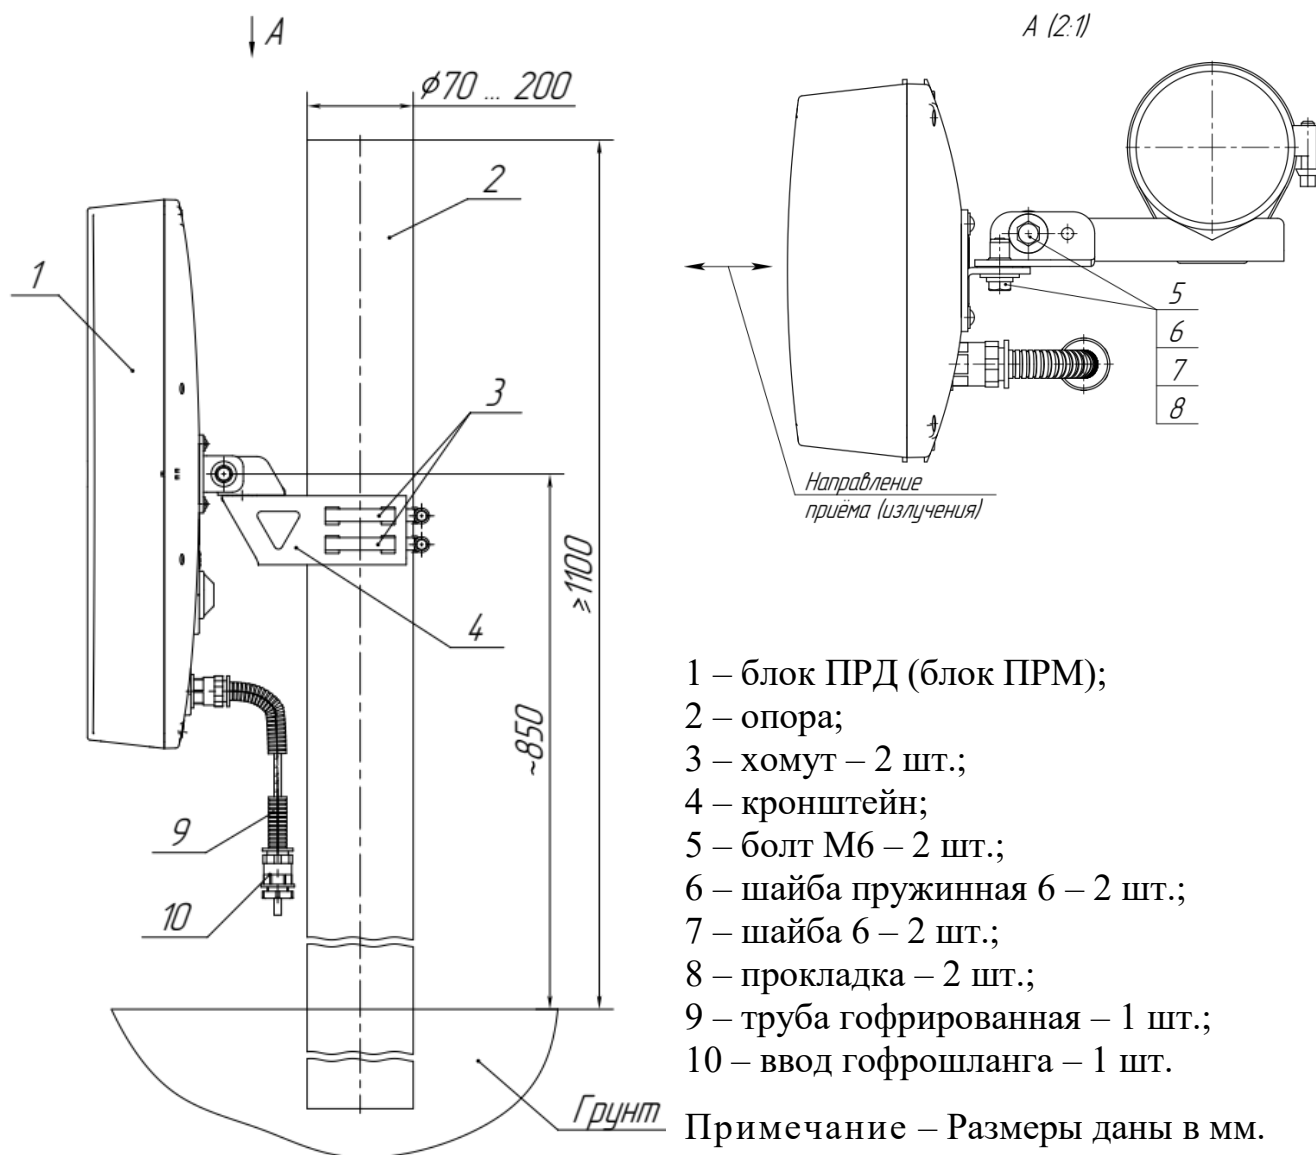

Рисунок 2.5 – Установка блока ПРД (блока ПРМ) извещателей «ФОРТЕЗА-М300», «ФОРТЕЗА-М500» на опоре
2.3.4.3 Установка блока ПРД (блока ПРМ) на кронштейне поз.4 (рисунок 2.5), состоящего из швеллера 2 и уголка 3, показана на рисунке 2.6.